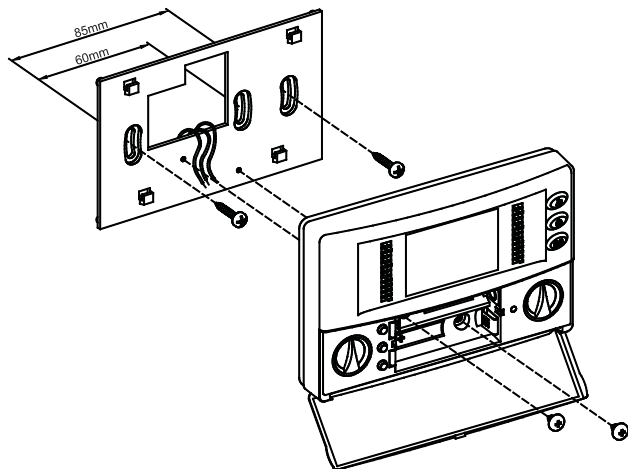

Fig. 3 - Abb. 3
- Fissare la piastra direttamente sulla parete o su scatole di derivazione da 3 moduli tramite le due sedi per viti con interasse 60 mm oppure 85 mm facendo attenzione a fare passare i cavi nella feritoia, come indicato in Fig. 3.
(Fig. 3).